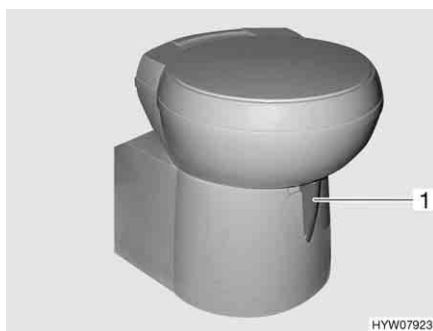

Fig. 64 Tazza del WC Thetford, orientabile
- Prima di tirare l'acqua, aprire il cursore della toilette Thetford. A tal fine girare la leva del cursore (Fig. 64,1) in senso antiorario.